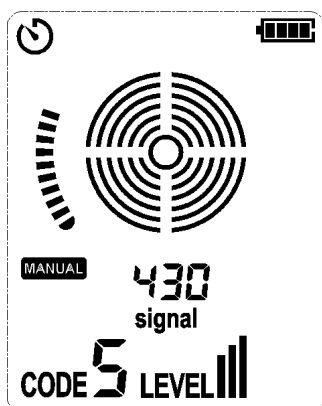

Figura 7.2.3c Señal detectada
3. Escanee todos los disyuntores en secuencia aleatoria. Escanee los disyuntores varias veces para observar la intensidad de la señal que se muestra en la pantalla LCD, hasta que se identifique un panel de disyuntores con la señal más fuerte. Durante el escaneo, la sensibilidad debe ajustarse repetidamente para evitar que la precisión se vea afectada por una señal con una intensidad demasiado alta. Como se muestra en la figura 7.2.3c.